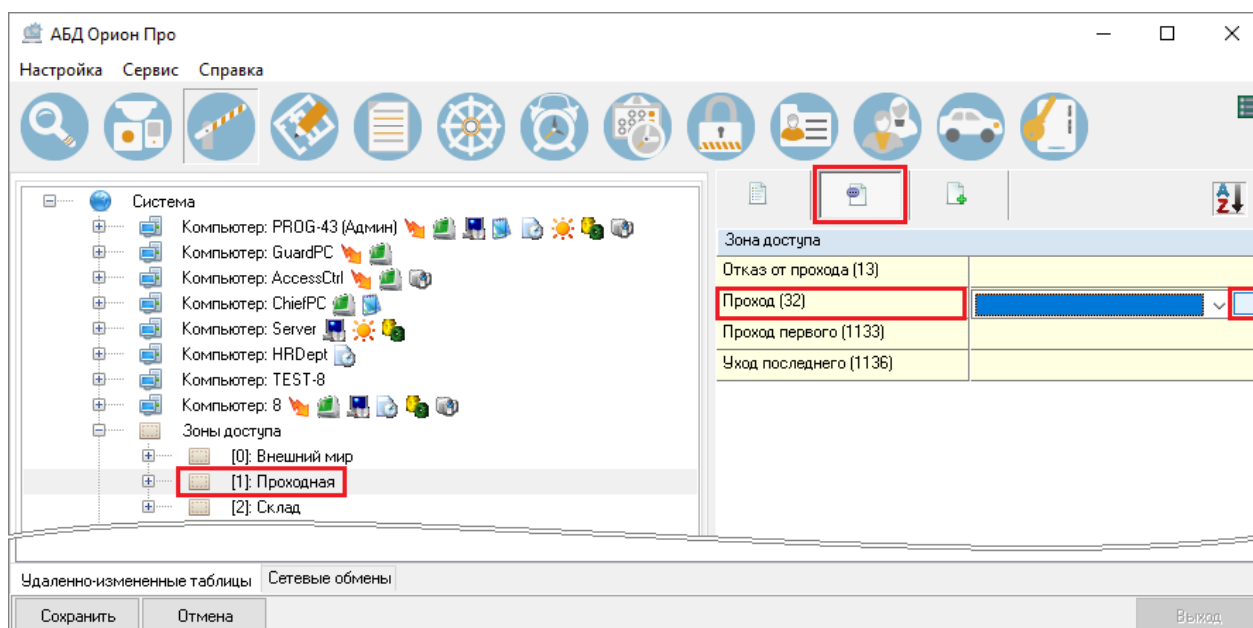

Рисунок 6-40 Переход к расширенной привязке сценариев к событиям объектов системы
- нажмите кнопку  справа от поля выбора сценария управления для события (см. Рисунок 6-40);